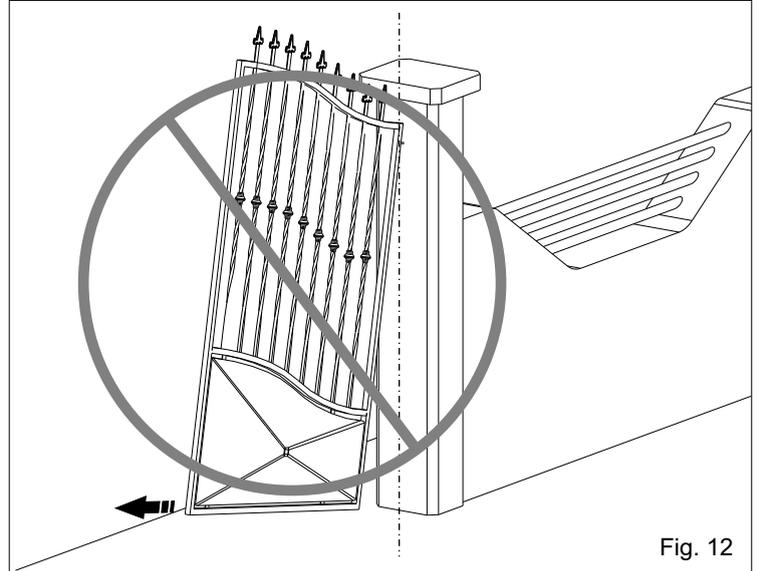
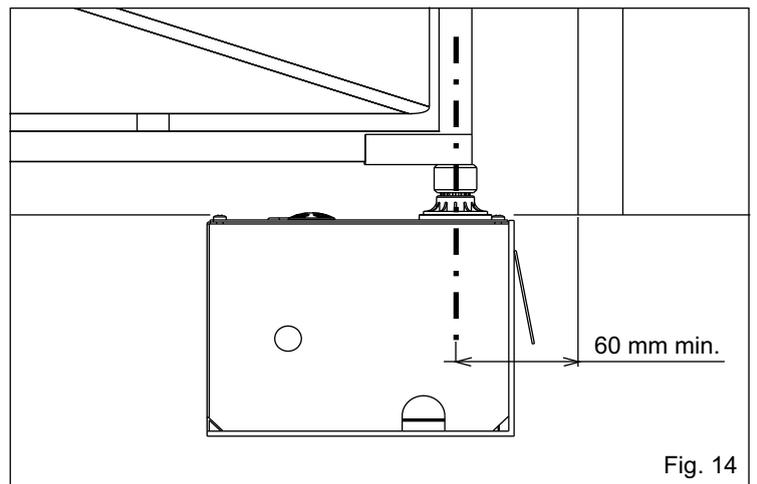

Fig. 12
Fig. 14
3.8. Faire très attention à ne pas positionner le vantail en dehors des axes (Fig. 12 et 13). L'arbre doit coïncider avec l'axe de rotation de la charnière et être à une distance minimum de 60mm de la colonne (Fig. 14).